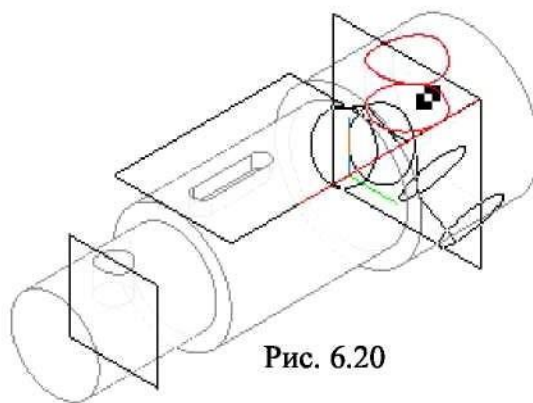

Рис. 6.20
7. Так как в одной из ступеней вала выполнено три одинаковых отверстия, то для их формирования используем команду **Массив по концентрической сетке** (рис. 6.20).